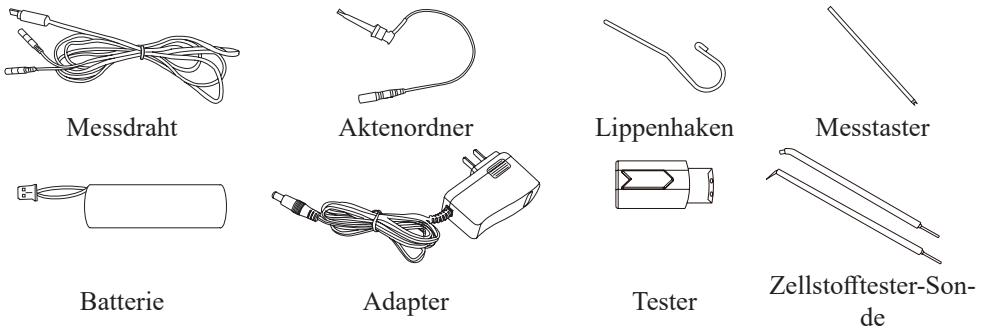

Bild 2
1.3.2 Bilder des Hauptzubehörs (Bild 2)